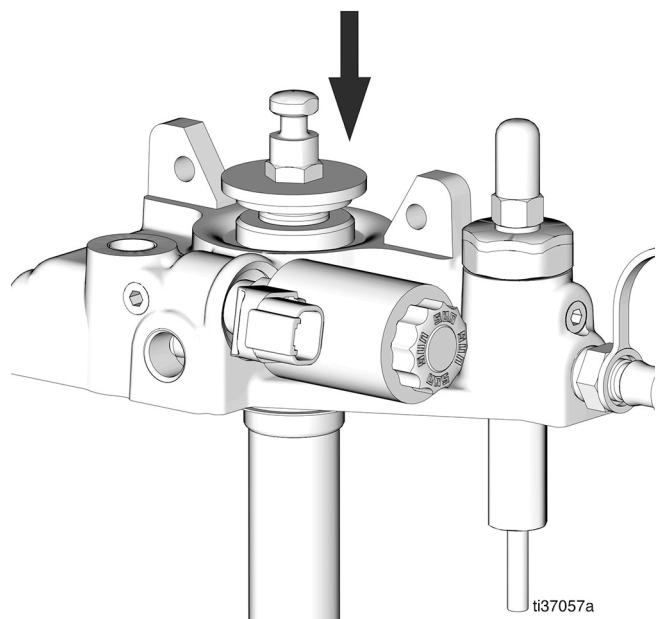
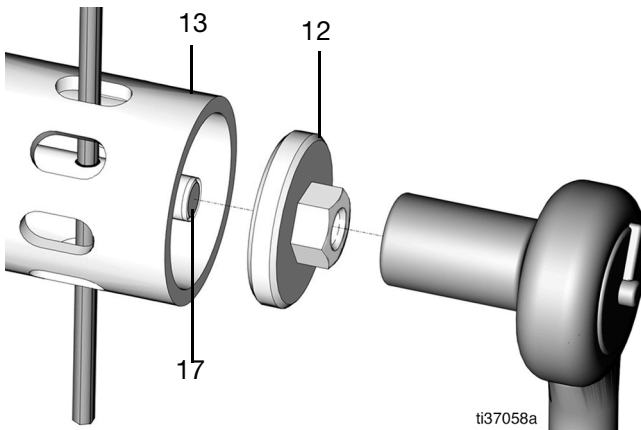

Рис. 36
Рис. 37
15. Нажмите на конец штока насоса (27), чтобы получить доступ к поперечному отверстию, расположенному на конце лопаточного штока (Рис. 36 и Рис. 37).
16. Проденьте шестигранник или подобный инструмент через прорезь в лопаточной трубе (13) и через открытое поперечное отверстие, чтобы зафиксировать лопаточный шток (17) (Рис. 37).
17. Отвинтите и снимите плунжер лопаток (12) с помощью торцового гаечного ключа 10 мм (Рис. 37).